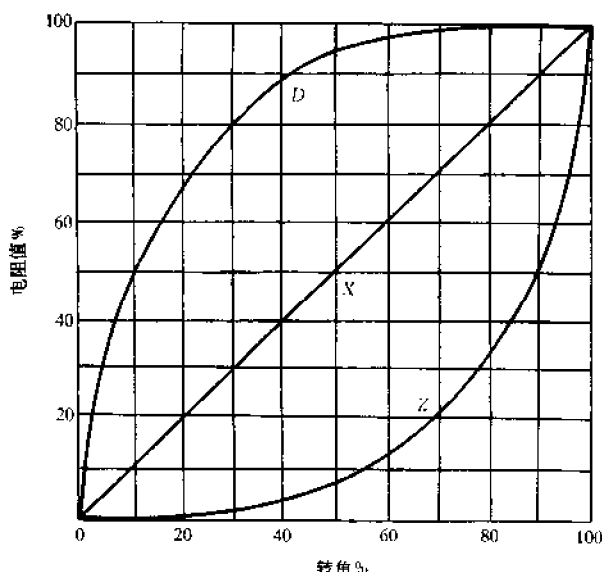

图 4-12 电位器阻值—转角曲线
(1) 阻值的最大值和最小值。每个电位器的外壳上都标有它的标称阻值,这是指电位器的最大电阻值。最小电阻值又称为零位电阻。由于活动触点存在接触电阻,因此最小电阻值不可能为零,但要求此值越小越好。
(2) 阻值变化特性。常见的电位器阻值变化规律有三种类型,直线式(X型)、指数式(Z型)和对数式(D型),图 4-12 是三种类型电位器的阻值随活动触点的旋转角度变化的曲线图。图中,纵坐标表示当某一角度时,电阻实际数值与电位器总电阻值的百分数,横坐标表示的是某一旋转角与最大旋转角的百分数。由图可见,X型电位器的阻值变化与转角成直线关系,它适用于一些要求均匀调节的场合;Z型电位器,在开始转动时,阻值变化较小,而在转角